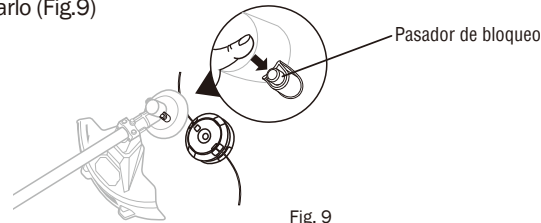

Fig. 9
2. Presione el pasador de bloqueo y gire el cartucho en el sentido contrario a las agujas del reloj para extraerlo (Fig.9)
3. Presione el pasador de bloqueo y gire el cabezal de corte en el sentido de las agujas del reloj para montarlo (Fig.9)